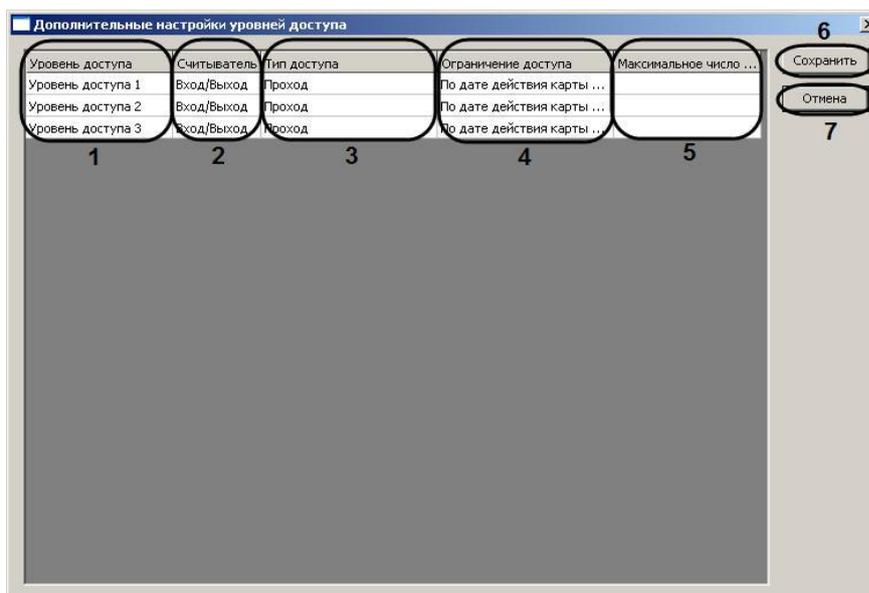

Рис. 3.3—35 Дополнительные настройки уровней доступа
2. В результате выполнения данной операции откроется окно **Дополнительные настройки уровней доступа** (Рис. 3.3—35).
3. В столбце **Уровень доступа** отображаются названия тех зарегистрированных в ПК *ACFA Intellect* уровней доступа, которые были записаны в соответствующий контроллер L4D/L5D(см. Рис. 3.3—35, 1).
4. Из раскрывающегося списка **Считыватель** (см. Рис. 3.3—35, 2) выбрать режим работы считывателя на данном уровне доступа:
5. Из раскрывающегося списка **Тип доступа** выбрать тип доступа (см. Рис. 3.3—35, 3), который требуется использовать на данном уровне доступа: